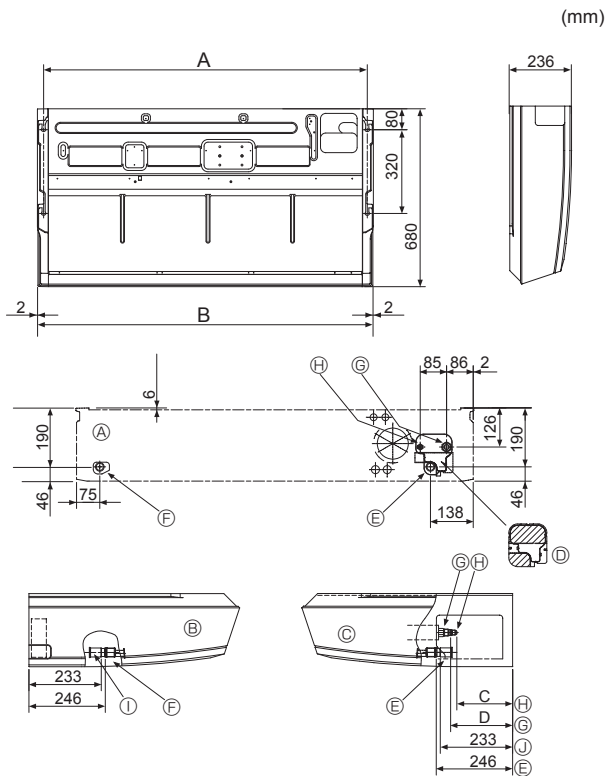

Fig. 3-2
①	Rondella	4
②	Coperchio del tubo	1 Diametro superiore (Per la tubazione del gas)
③	Coperchio del tubo	1 Diametro inferiore (Per la tubazione del liquido)
④	Nastro	4
⑤	Staffa di attacco	1 Marcata 'UNIT'
⑥	Coperchio della presa	1
⑦	Coperchio della tubazione di drenaggio	1
⑧	Dado a cartella	1 ø6,35 (Solo M60)
3.2. Preparazione dell'installazione (Fig. 3-2)